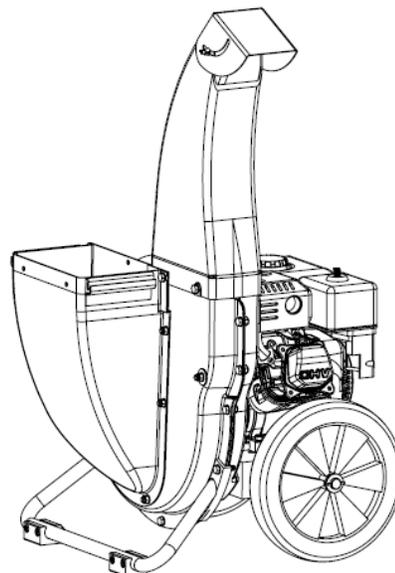

Figure 3
6. Fixez la goulotte d'évacuation du déchiqueteur (figure 3).